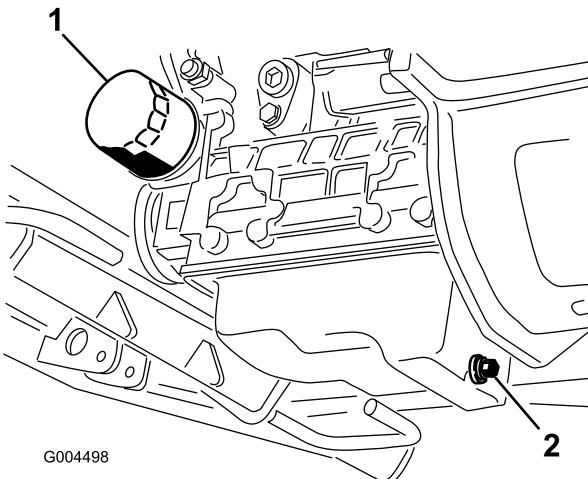

Figure 66
3. Placez un bac de vidange sous le carter en face du bouchon de vidange (Figure 66).
6. Retirez et remplacez le filtre à huile (Figure 66).